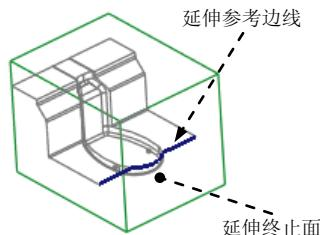

图 26.15 延伸参考边线 4
- (1) 选取图26.15所示的复制曲面的边线。
- (2) 单击**分型面**功能选项卡**编辑**▼区域中的**延伸**按钮，此时出现**延伸**操控板。
- (3) 选取延伸的终止面。在操控板中按下**拾取**按钮，选取图26.15所示的坯料表面为延伸的终止面。
- (4) 在**延伸**操控板中单击**确定**按钮。完成延伸曲面的创建。
- (5) 在“分型面”选项卡中单击“确定”按钮**确定**，完成分型面的创建。